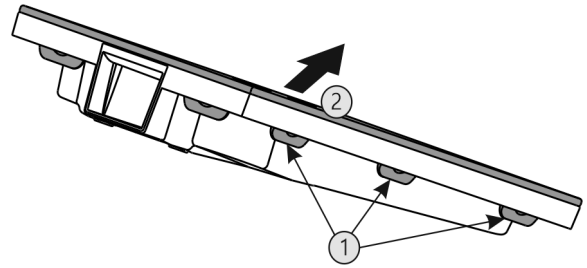

Fig. 39
- ▶ Alle Laschen Fig. 39 (1) nacheinander drücken und die Abdeckung Fig. 39 (2) entnehmen.